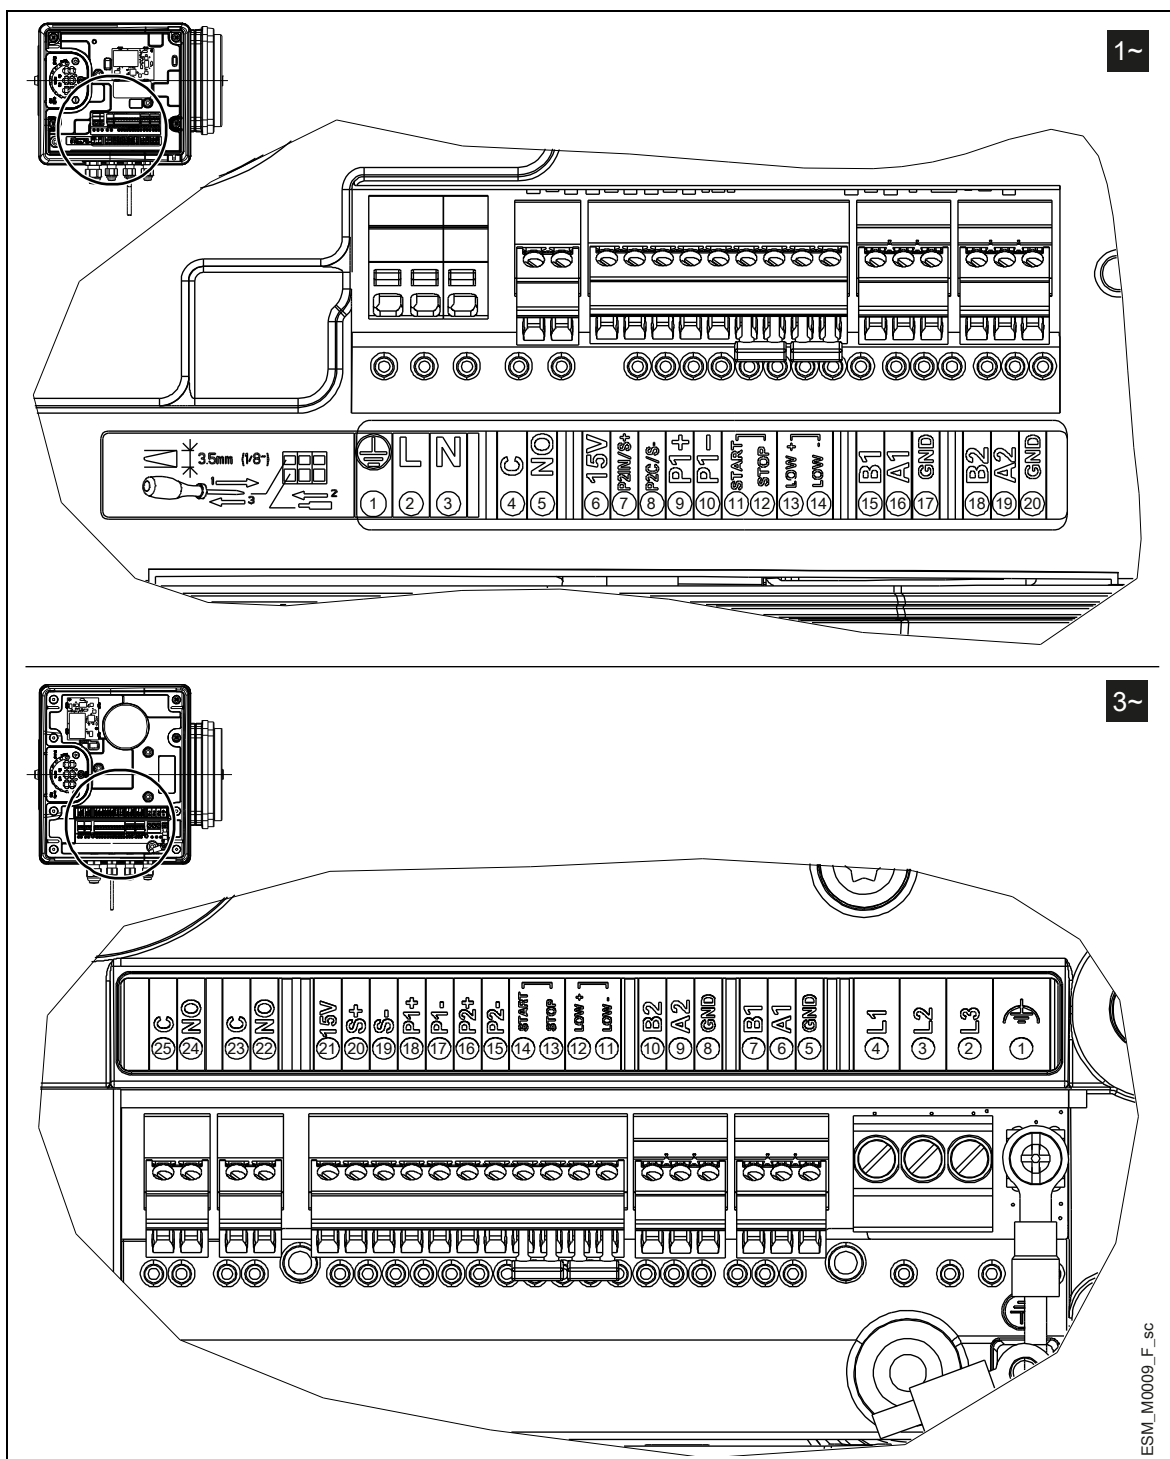

Рисунок 10: Маркировка подключений
2. Подключите провода согласно коммутационной схеме.	Рис. 10